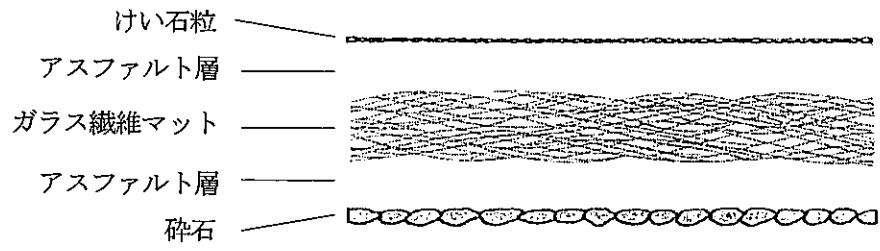

図4 ガラスマット基材部分接着用ルーフィングの断面構成
防湿層	<p>有機質量 4201.5g/m² 以下、または防湿層なし (内部結露の問題のない場合)</p> <p>防湿材：以下の(1)~(3)のうち、いずれか一仕様または防湿材なし</p> <p>(1) ガラスマット基材部分接着用ルーフィング： 厚さ 2.0~2.5mm、質量 2000~2500g/m² (有機質量 1201.5g/m² 以下) けい石粒：平均粒径 0.15mm、質量 250~350g/m² アスファルト層：質量 1000~1590g/m² (2層合計) 炭酸カルシウム：アスファルト=25 (±8) :75 (±8) ガラス繊維マット：質量 60g/m² (アクリル系バインダー15質量%含む) 砕石：平均粒径 0.85~1.20mm、質量 300~500g/m²</p> <p>・ガラスマット基材部分接着用ルーフィングの断面構成を図4に示す。</p> <p>(2) アスファルトルーフィング (JIS A 6005)： 厚さ 1.0~2.0mm、質量 1500g/m² (有機質量 900~1100g/m²)</p> <p>(3) 粘着層付き改質アスファルトルーフィング： 厚さ 0.3~1.5mm 質量 500~1200g/m² (有機質量 500~1200g/m²) フィルム層 (PET または PP)：厚さ 50μm、質量 70g/m² 粘着層 (改質アスファルト系)：質量 430~1130g/m² (2層合計)</p> <p>防湿層接着剤 (防湿材の下面)： 以下の(1)、(2)のうち、いずれか一仕様または接着層なし (防湿材(3)を用いる場合及び防湿材なしの場合) とする。</p> <p>(1) 改質アスファルト：固形量 500~1500g/m² (2) 防水工専用アスファルト：固形量 500~1500g/m² (引火点 280~350℃ (JIS K 2207 による))</p>